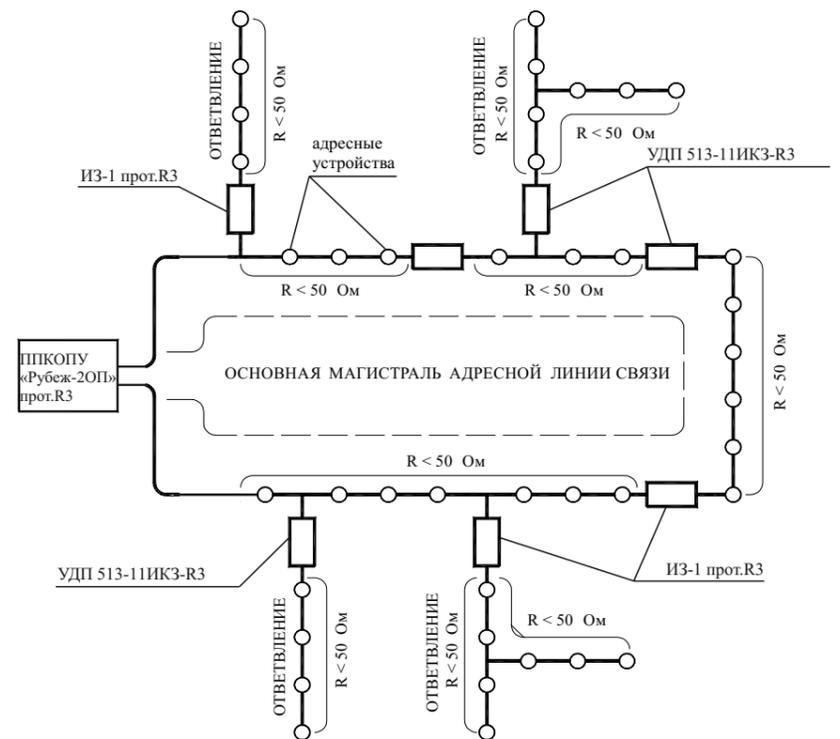

Рисунок 3
- разрывать кольцевую АЛС (рисунок 3) между двумя местами установки изоляторов (как изоляторов в УДП, так и самостоятельных устройств – изоляторов шлейфа ИЗ-1 прот. R3). Это локализует сегмент АЛС между сработавшими изоляторами и оставляет работоспособными остальные сегменты АЛС;